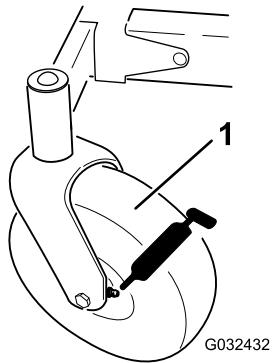

Figura 36
3. Pulite i raccordi d'ingrassaggio (Figura 36) con un cencio.
4. Collegate un ingrassatore a pressione a ciascun ingrassatore (Figura 36).